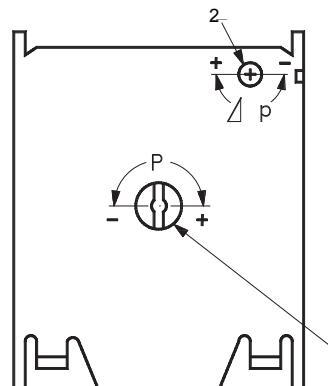

Fig. 6
A = Antal omdrejninger på stoptrykskruen (pos. 1), fig. 6.
3. Aflæs værdien på nummerlinjen. Denne værdi svarer til antallet af omdrejninger på differensetrykskruen (pos. 2), fig. 6.